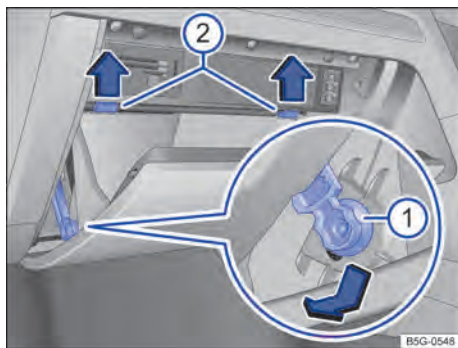

Fig. 202 Cobertura da caixa de fusíveis no painel de instrumentos: veículos com direção à direita, no lado do passageiro dianteiro.
- Abrir e, caso necessário, esvaziar o porta-luvas do lado do passageiro dianteiro → **Fig. 202**.
- Empurrar o elemento de freio → **Fig. 202** **①** para baixo na abertura do suporte e retirar lateralmente.
- Pressionar o pino de batente → **Fig. 202** **②** para cima na direção da seta e, ao mesmo tempo, continuar abrindo o porta-objetos.
- Para instalar: colocar o porta-objetos na posição. Introduzir a trava no suporte e empurrar para cima, até que ela se trave de maneira audível. Pressionar o porta-objetos cuidadosamente para frente, além da resistência do pino de batente → **Fig. 202** **②**.